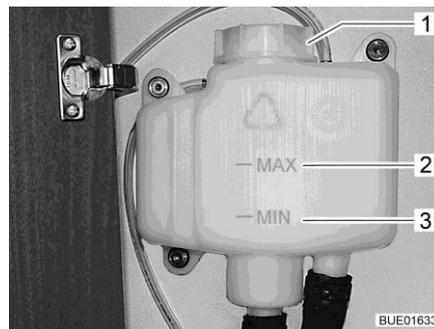

Fig. 283 Recipiente de compensación sin panel
- Comprobar si en el recipiente de compensación (Fig. 283) el líquido está entre las marcas "MIN" (Fig. 283,3) y "MAX" (Fig. 283,2).
- Abrir la tapa giratoria (Fig. 283,1) del recipiente de compensación.